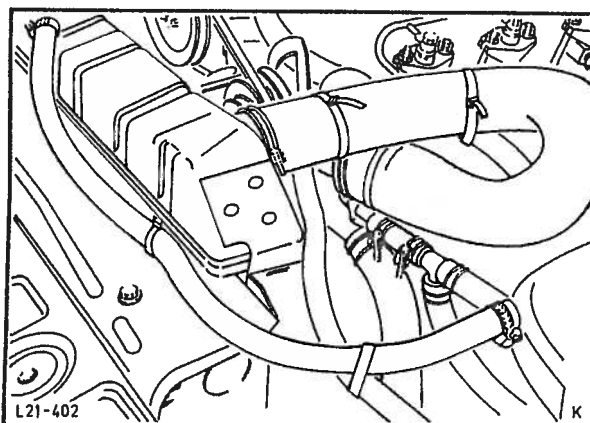

Fig. 105 Demontering av radiatorslanger fra vannpumpe.
3. Tapp kjølevæsken i et passende kar ved å ta av nedre slange fra radiatoren. Ta av øvre og nedre radiatorslange fra vannpumpen, fig. 105.